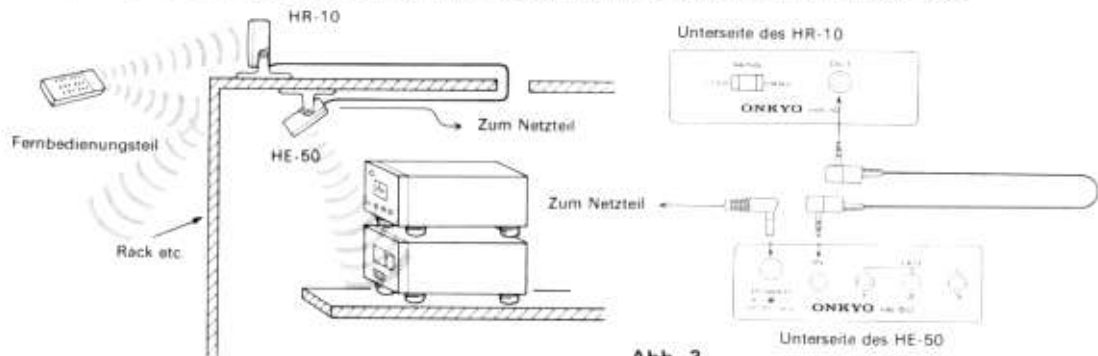

Abb. 3
- Zur Steuerung von in Racks aufgestellten Bausteinen im Hauptanlagenraum, die nicht von Infrarotstrahlen erreicht werden, diese wie in Abb. 3 gezeigt anschließen. Wenn sie auf Infrarotsteuerung ausgelegt sind, können auch andere als ONKYO-Produkte gesteuert werden, aber in diesem Fall nicht von einem anderen Raum aus.
- Die Fernbedienung vom Hauptraum aus ist genau gleich mit der für herkömmlichen Betrieb. Wenn Bausteine angeschlossen sind, wie in Abb. 3 gezeigt, können Sie nur im Haupanlagenraum betrieben werden.